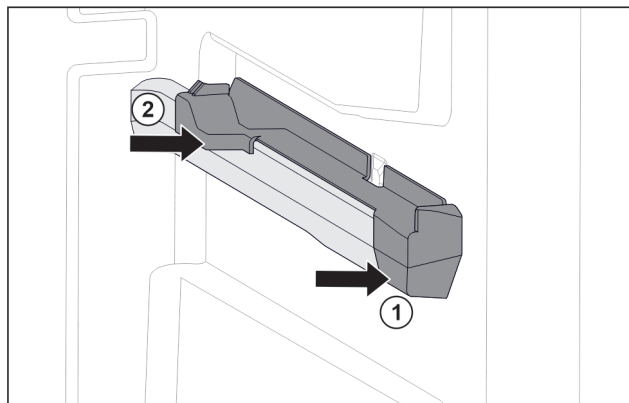

Fig. 129 Élément emboîtable sur la nervure de récipient droite
- Poser le devant de l'élément emboîtable contre la nervure de récipient. Fig. 129 (1)
- Enfoncer l'arrière de l'élément emboîtable. Fig. 129 (2)